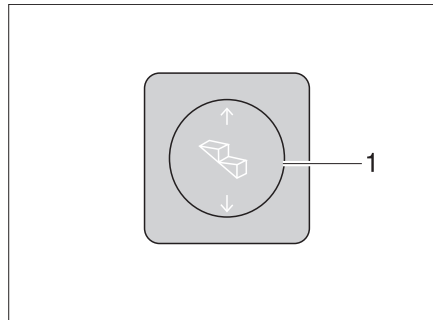

Bild 8 Bedienschalter Eintrittstufe
- Wippschalter (Bild 8,1) unten drücken, bis die Eintrittstufe vollständig ausgefahren ist.
- Wippschalter (Bild 8,1) oben drücken, bis die Eintrittstufe vollständig eingefahren ist.